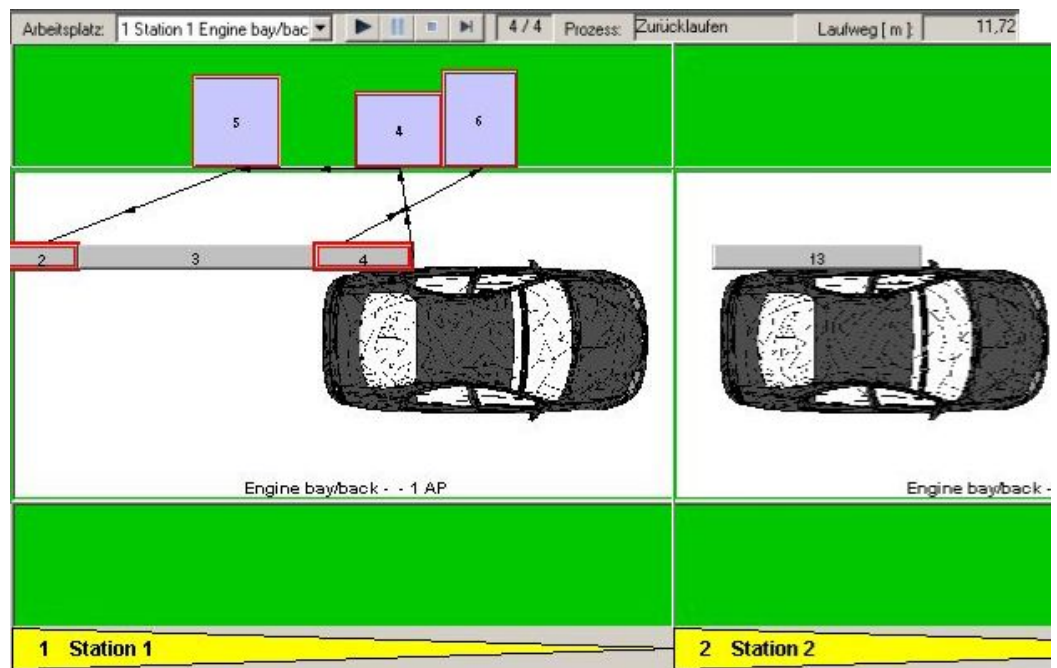

Abbildung 273: Beispiel für - Laufwege simulieren und anzeigen
- Ein Mitarbeiter holt sich für jeden zu verarbeitenden Prozess den Teilebedarf aus dem Teilebehälter separat. Siehe auch: Abbildung 273.
- Um das Simulationsfenster zu öffnen, klicken Sie im Kontextmenü auf *Laufwege anzeigen*. Siehe auch: Abbildung 273.
Siehe auch: Abbildung 273.